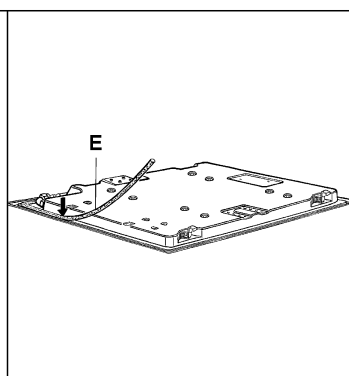

FIG. 5
- Renverser la table et placez correctement le joint "E" (fig. 5) sous le bord du plan de sorte que l'extérieur du joint corresponde exactement avec le contour du plan. Les deux bouts des rubans doivent se rencontrer sans être superposés.